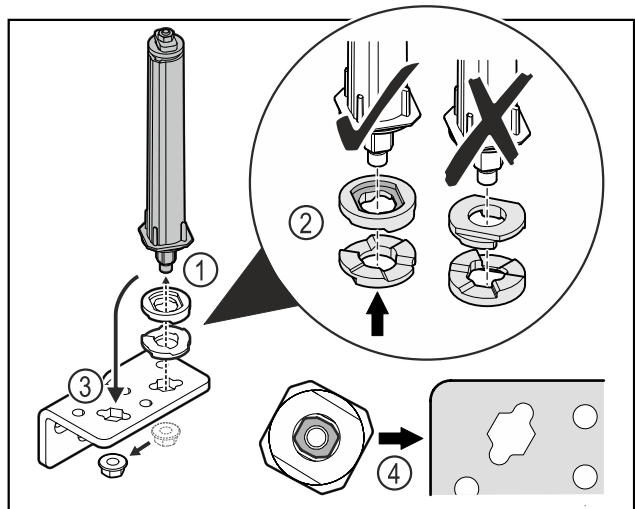

Fig. 51
- ▶ Відкрутити гайку і зняти систему запирання дверей Fig. 51 (1).
- ▶ Слідкувати за правильним розташуванням шайб для регулювання висоти Fig. 51 (2).
- ▶ Переставити систему запирання дверей у шарнірному кутику і зафіксувати гайкою Fig. 51 (3).
- ▶ Під час встановлення слідкувати за правильною орієнтацією системи запирання дверей Fig. 51 (4).